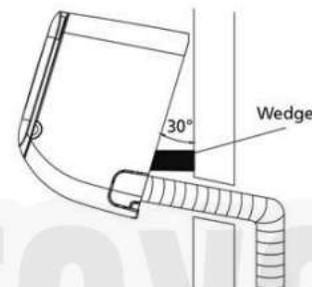

Fig. 3.13
- Ocupe un soporte o cuña para levantar la unidad, dándole suficiente lugar para conectar la tubería de refrigerante, cable de señal, y manguera de drenaje. De referencia a Fig. 3.13 para un ejemplo.